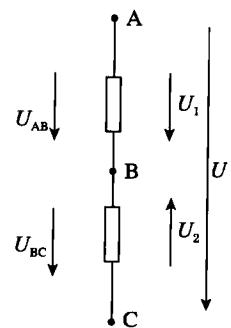

图 1-4
**【例 1.2】**如图 1-4 所示的电路中,已知  $U_1 = 3 \text{ V}$ ,  $U_2 = -2 \text{ V}$ ,求  $U$ 。